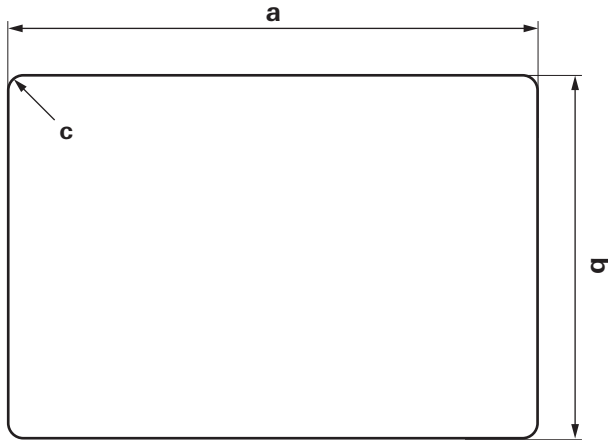

Abb. 1
- ▶ Einbauausschnitt (Abb. 1) anzeichnen.